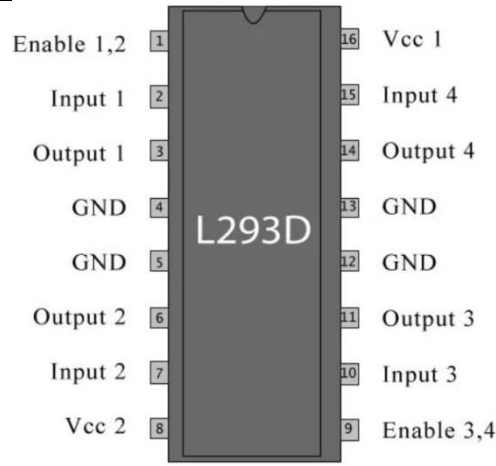

FIGURE 5.1.1 L293D चा पिन आउट
- 5.1.1 **डीसी मोटर ड्रायव्हर सर्किट** -AT89C51 मायक्रोकंट्रोलर (8051 कुटुंबातील) वापरून DC मोटर नियंत्रित करता येते. तथापि, मायक्रोकंट्रोलर मोटर चालविण्यासाठी आवश्यक असलेला करंट आणि व्होल्टेज थेट प्रदान करू शकत नसल्यामुळे, H-ब्रिज ड्रायव्हर (L293D) वापरला जातो. वेगवेगळे व्होल्टेज लागू करण्यासाठी, आपण PWM तंत्राचा वापर करू शकतो. करंट रिव्हर्स करण्यासाठी, आपण H-ब्रिज सर्किट किंवा मोटर ड्रायव्हर IC चा वापर करू शकतो जे H-ब्रिज तंत्र किंवा इतर कोणत्याही यंत्रणेचा वापर करतात. FIGURE 5.1.1 L293D साठी पिन आउट FIGURE दर्शविते.
5.1.2 89C51 मायक्रोकंट्रोलरसह डीसी मोटरचे इंटरफेसिंग -FIGURE 5.1.1 मध्ये L293D मोटर ड्रायव्हर IC वापरून 8051 मायक्रोकंट्रोलरसह DC मोटरचे इंटरफेसिंग दाखवले आहे. पोर्ट P1 चे दोन पोर्ट पिन P1.0 आणि P1.1 L293D शी जोडलेले आहेत.